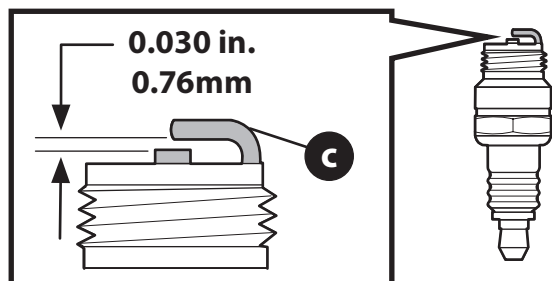

Рисунок 11
3. Измерьте зазор свечи зажигания. При необходимости откорректируйте положение, согнув боковой электрод (с) (рис. 11). Зазор должен составлять 0,030 дюйма (0,76 мм).